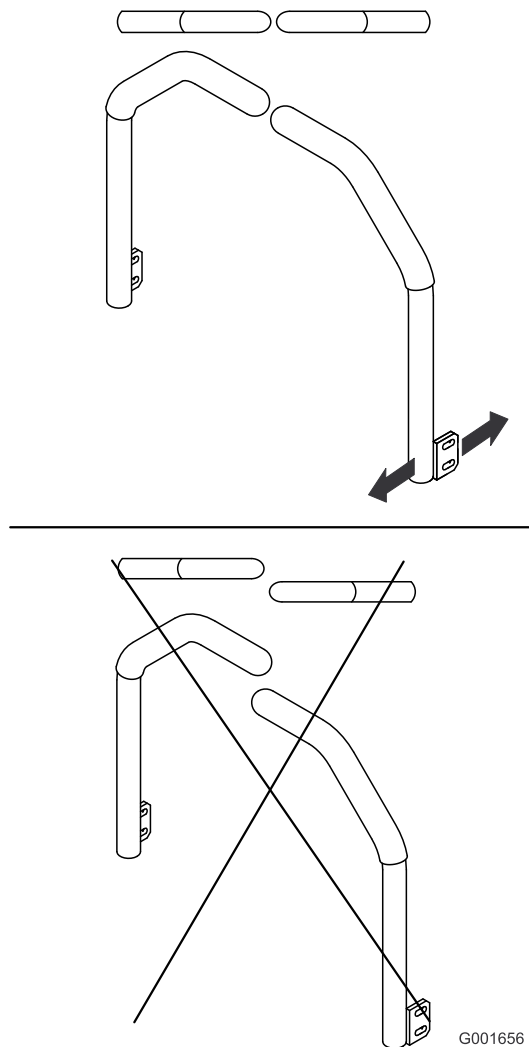

Bild 65
5. Stellen Sie die Fahrtriebshebel so ein, dass sie ausgerichtet sind (Bild 65) und ziehen Sie die Schrauben fest, um die Hebel an den Pfosten zu befestigen.